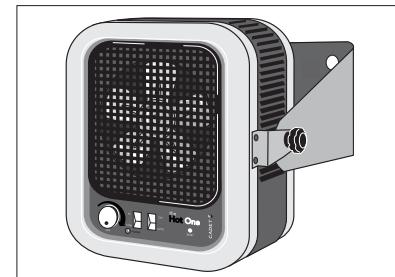

Figura 3
2. Coloque el soporte en la posición deseada en la pared (Consulte la Figura 3). Nota: Debe haber un tomacorriente de 240 voltios a una distancia máxima de seis pies del calentador.